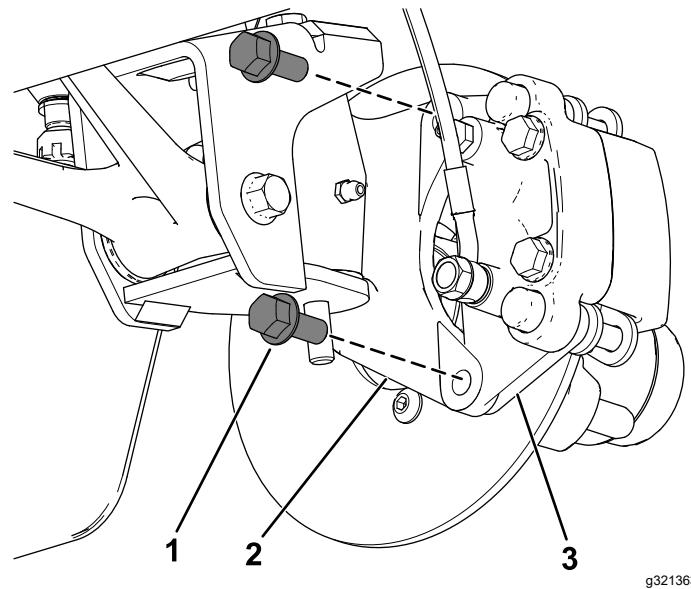
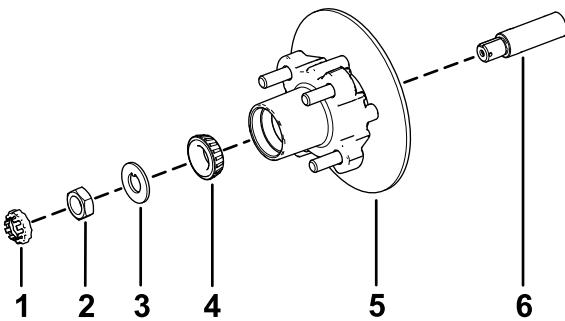

Figura 37
Figura 41
3. Retire los pernos con arandela prensada ( $\frac{3}{8}$ " x  $\frac{3}{4}$ ") que sujetan el soporte del conjunto de freno al eje y separe el freno del eje (Figura 37).
1. Aplique una ligera capa de grasa del tipo especificado en el eje (Figura 41).
2. Monte el cubo y el rotor en el eje con el rotor hacia dentro (Figura 41).
3. Monte el cojinete exterior en el eje y acople el cojinete al anillo de rodadura exterior (Figura 41).
4. Monte la arandela con pestaña en el eje (Figura 41).
5. Enrosque la tuerca en el eje y apriete la tuerca a 15 N·m, girando el cubo para asentar el cojinete (Figura 41).
2. Alinee las pastillas de freno en cada lado del rotor (Figura 37) y los taladros del soporte de la pinza con los taladros de montaje del freno de la mangueta (Figura 41).
3. Sujete el soporte de la pinza a la mangueta (Figura 37) usando los 2 pernos con arandela prensada ( $\frac{3}{8}'' \times \frac{3}{4}''$ ).